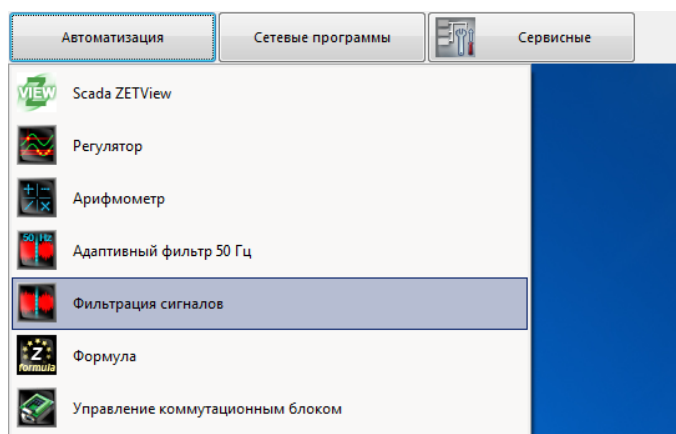

Рисунок 25
- в меню «Автоматизация» на панели ZETLAB выбрать программу «Фильтрация сигналов» (Рисунок 25).